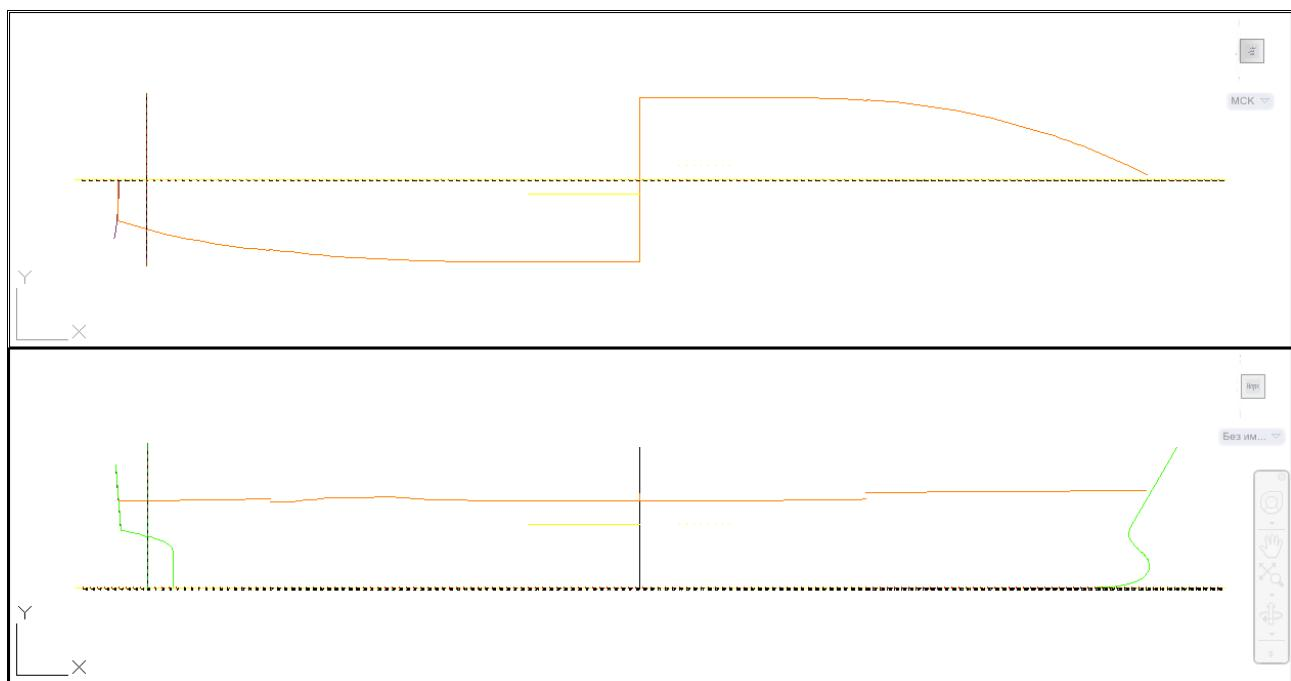

Рисунок 35. Конфигурация РВ
- PB для двухэкранной конфигурации (сверху — вид PSH, снизу — вид BOK, рисунок 35);